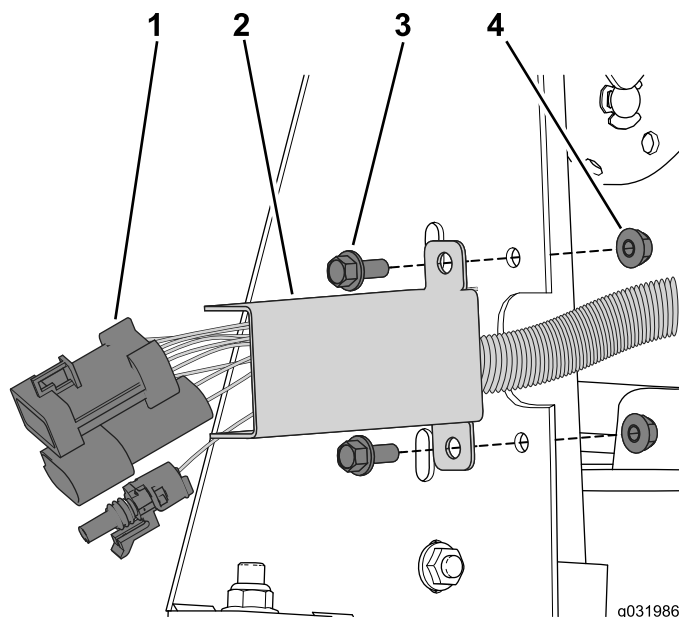

Figura 57
2. Prenda a cablagem no recorte prendendo a cobertura da cablagem à estrutura lateral com dois parafusos de cabeça flangeada e porcas de bloqueio (Figura 57).